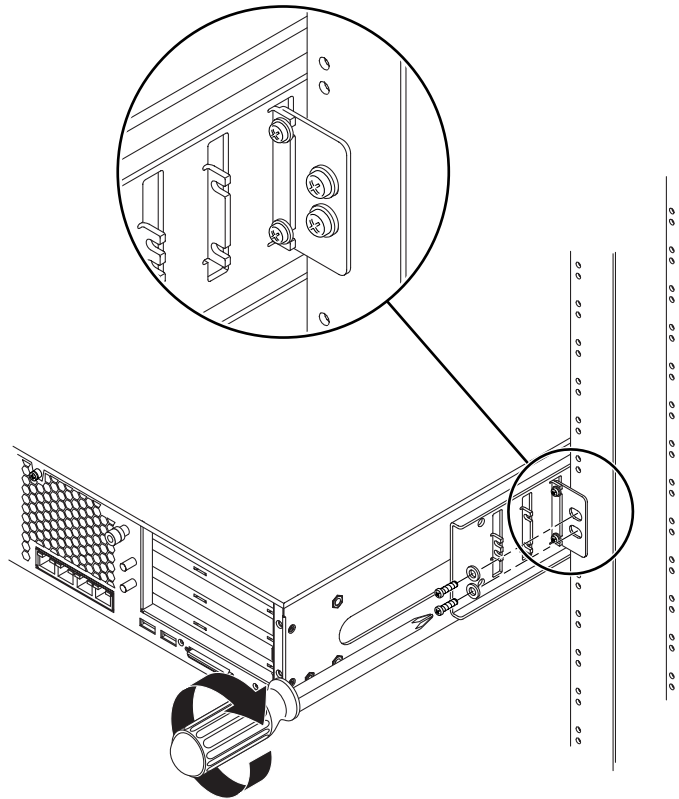

BILD 3-35 Skruva fast fästplåten på racket
- d. Använd två skruvar och skruva fast den andra sidan av fästplåten på rackbenets baksida (BILD 3-35).**